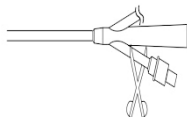

図1
- (1)針なしのシリンジをバルブに装着し、インフレーションルーメンに滅菌水を追加注入し、ポンピング操作を行う。
- (2)(1)で改善されない場合、インフレーションファネルを切断する(図1)。